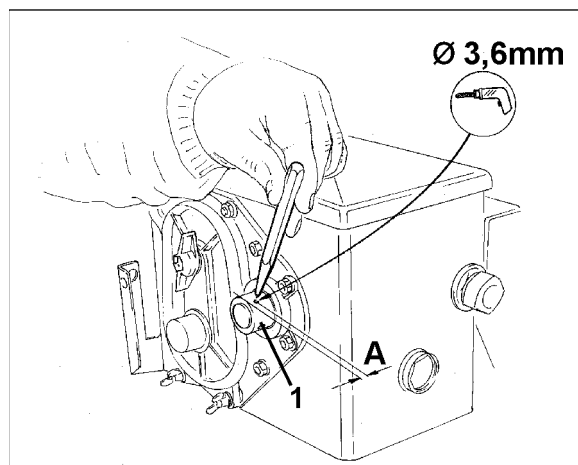

Fig. 10
3. fazer um furo ($\varnothing 3,6$ mm) no veio oco de transmissão (Fig. 10/1) com o berbequim fornecido.
- o O furo deve ser efetuado com um desvio de 90° em relação ao furo existente para a chaveta. A distância **A** (consulte Fig. 10) entre o bordo do veio oco e o cento do furo é de 5 mm. Fazer um furo no centro.